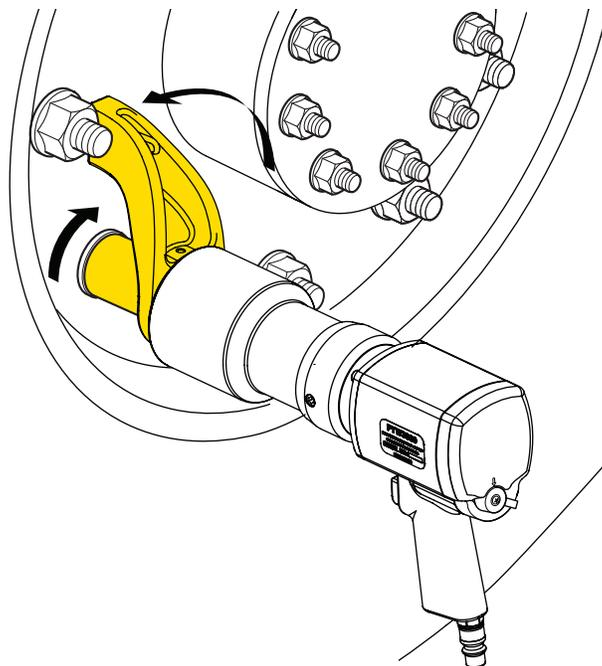

Рис. 8
- На рис. 8 показано положение опорного рычага при вращении хвостовика по часовой стрелке.
11. Чтобы затянуть крепежный элемент (приложить крутящий момент в направлении по часовой стрелке): Убедитесь, что регулировочный рычажок установлен в положение «F», а опорный рычаг расположен так, как показано на рис. 8. Затем полностью нажмите на курок инструмента и держите, пока гайковерт не остановится.